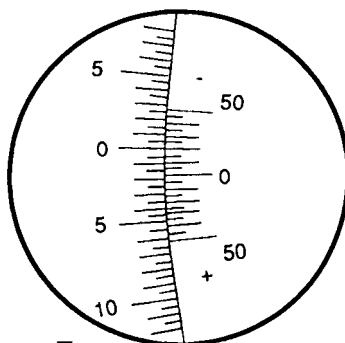

Figure 7
- Le vernier permet d'apprécier le $1/20$ de degré. Pour l'exemple choisi (fig.7), on lit : $\alpha = 1,75^\circ$.